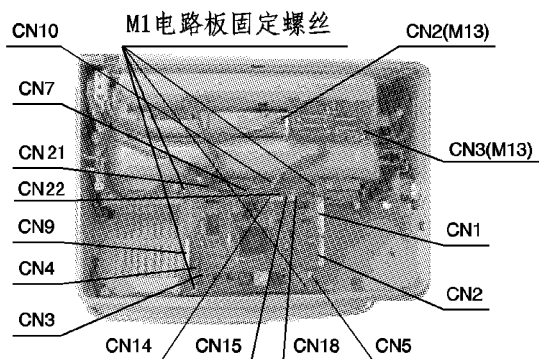
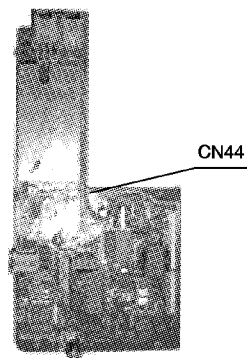

图 7-3
图 7-4
(图7-3、图7-4)
d) 拔下CN9排插，取下M9(电源)电路板。(图7-3)
e) 拆卸固定M1电路板的4枚螺丝。(图7-3)
f) 拔下CN3-CN5、CN7、CN10、CN14、CN15、CN18、CN21、CN22，拆卸M1电路板。(图7-3)
g) 拔下CN2、CN3排插，拆卸M13电路板。(图7-3)
- a) 打开后盖，拔下CN21、22。（图7-3）